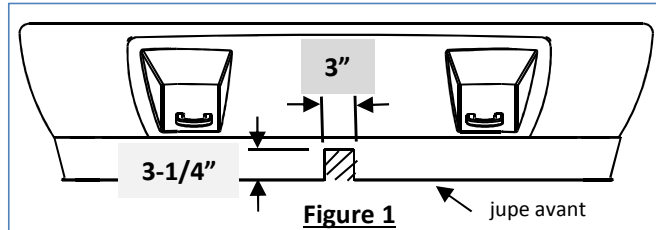

Figure 1
①	Qté (2)	Boulon de carrosserie 1/2-13 x 1.75 GR5
②	Qté (2)	Bloc espaceur .250 x 1.0 x 3.0
③	Qté (2)	Rondelle conique 1/2"
④	Qté (2)	Écrou hexagonal 1/2-13
⑤	Qté (2)	Boulon de carrosserie 7/16-14 X 1.50 GR5
⑥	Qté (2)	Rondelle spéciale .109" x .88 x 2.0
⑦	Qté (2)	Rondelle conique 7/16"
⑧	Qté (2)	Écrou hexagonal 7/16-14
- Découper la jupe avant** - Marquer une zone de 3 po de large par 3 1/4 po de haut dans le centre de la jupe inférieure. Voir la figure 1. À l'aide d'un couteau utilitaire, découper la jupe avant avec précaution.
- Desserrer la bavette garde-boue** - Retirer les deux (2) boulons M10 les plus à l'arrière de la bavette en plastique. Ne pas retirer les deux (2) boulons avant.